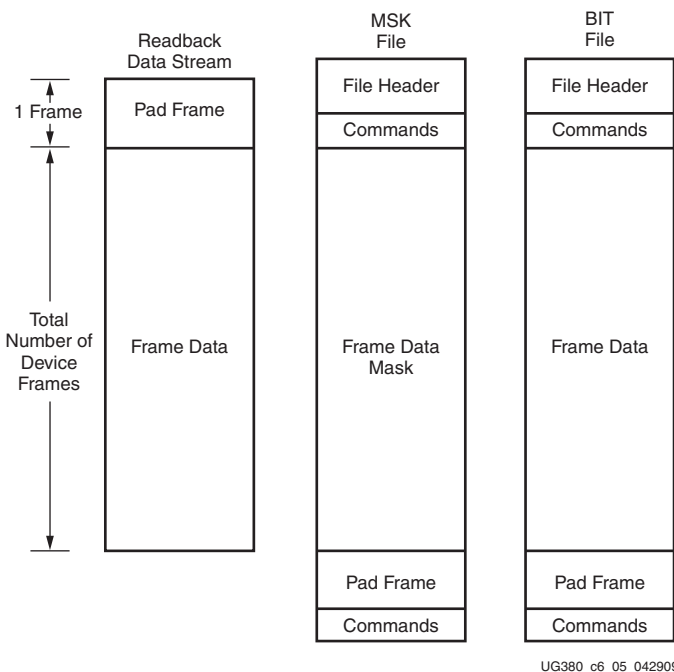

図 6-5 : MSK および BIT ファイルを使用したリードバック データの比較
2. MSK ファイルをマスクに使用し、リードバック データとコンフィギュレーション BIT ファイルを比較します (図 6-5 参照)。